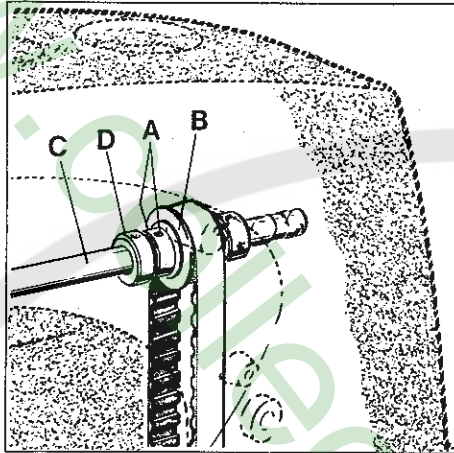

Fig.38
While rotating pulley in operating direction, the spreader should begin to move from its extreme left position to the right as the needle bar descends 1.5 to 2.0 mm (.060 to .080 in.) from top of stroke. Adjustment for timing the spreader travel can be made by loosening the two screws (A, Fig. 38) in the hub of sprocket (B), right inside the arm casting, advance or retard sprocket on shaft for spreader drive (C) as required. Thrust hub of sprocket against collar (D) when retightening screws (A).
Drehen Sie die Handrad-Riemenscheibe in Nährichtung, der Leger soll beginnen sich aus seiner linken Endstellung nach rechts zu bewegen, wenn sich die Nadelstange von ihrer obersten Stellung etwa 1,5 bis 2,0 mm nach unten bewegt hat. Die Legeberbewegung läßt sich nach Lösen der beiden Schrauben (A, Fig. 38) in der Nabe des Zahnriemenrades (B), rechts im Maschinenarm und entsprechendes vor- oder zurückdrehen des Zahnriemenrades auf der Welle für Legerantrieb (C) zeitlich abstimmen. Beachten Sie, daß die Nabe des Zahnriemenrads am Stellingring (D) anliegt, wenn Sie die Schrauben (A) wieder anziehen.